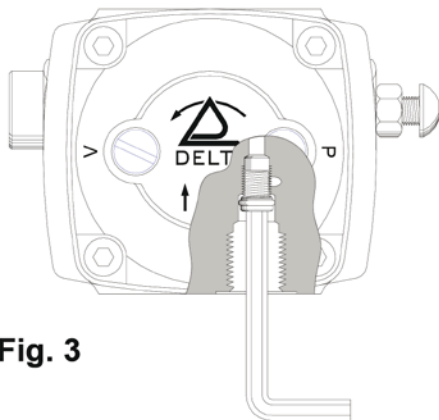

Fig. 3
3. Setzen Sie die Bypass-Schraube in den Rücklauf ein. (Fig. 3).
4. Entfernen Sie mit einem 4 mm Innensechskantschlüssel die Bypass-Schraube aus dem Rücklaufanschluß (Fig. 3).